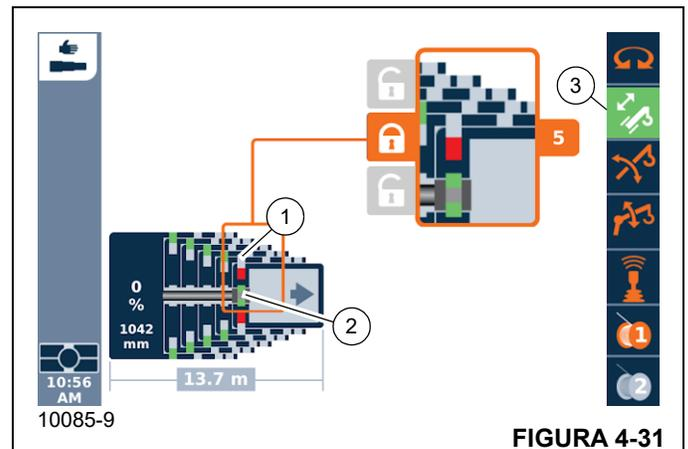

FIGURA 4-31
- Mecanismo telescópico activado – símbolo (3, Figura 4-31) verde
- Cilindro telescópico bloqueado – símbolo (2) verde
- Sección telescópica desbloqueada – símbolo (1) rojo